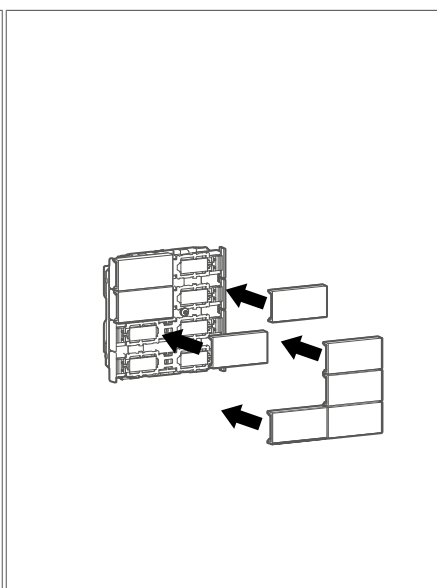

Fig. 12: Montera knapparna
- Fäst knapparna på tryckknappsmodulen (Fig. 12).